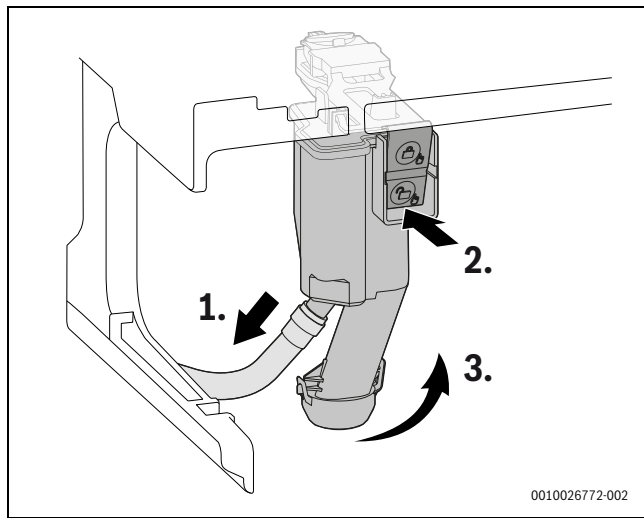

Fig. 144 Demontarea sifonului pentru condensat
- ▶ Scoateți sifonul pentru condensat din aparat (→ Fig. 144, pagina 75).